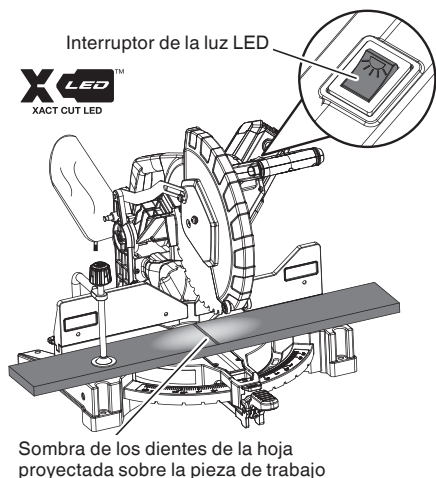

Fig. 15
- (1) Desbloquee la mesa giratoria levantando la empuñadura de bloqueo de inglete.
- (2) Presione hacia abajo el botón de bloqueo de parada en positivo y presione el botón de anulación de detención de inglete. Luego, libere el botón de bloqueo de parada en positivo mientras presiona la anulación de detención de inglete. La anulación de inglete ya está activada.
- (3) Gire la mesa giratoria hasta el ángulo deseado, fije la mesa giratoria en el ángulo deseado presionando la empuñadura de bloqueo de inglete.
- (4) Para desacoplar el botón de anulación de detención de inglete, presione hacia abajo de nuevo en el botón de bloqueo de parada en positivo.
11. Sistema de iluminación LED (Fig. 15) [XACT CUT LED™]